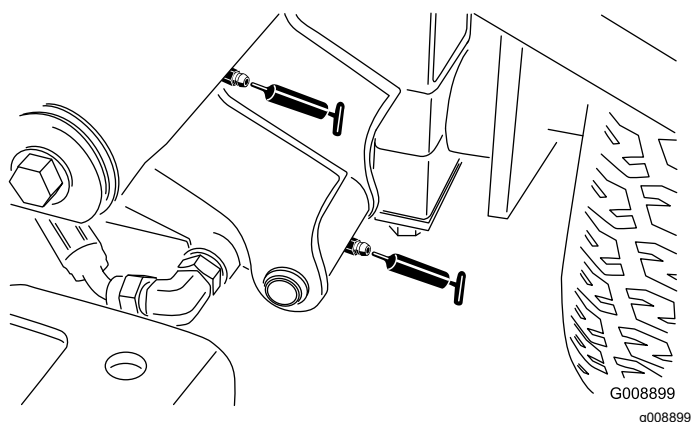

Figura 38
- 2 pivotes de brazo de elevación delantero izquierdo y cilindro de elevación (Figura 38)